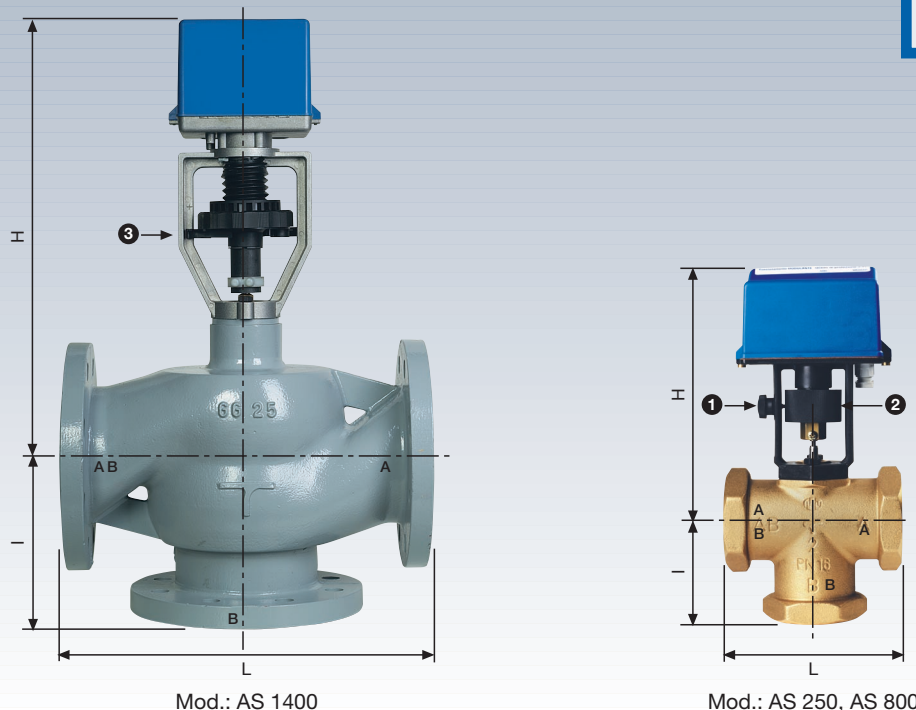

FIG. 1
Tab.1 Queste quote fanno riferimento al disegno in fig.1
Table 1 These dimensions refer to the drawing in figure 1. - Tab. 1 Diese Werte beziehen sich auf die Zeichnung in Abb. 1
Tab.1 Ces cotes se réfèrent au dessin représenté sur la Fig. 1 - Tabla 1 Estas dimensiones hacen referencia al dibujo de la Fig. 1
**COMANDO MANUALE AS 250 E AS 800** ON-OFF allentando la vite ❶ e ruotando la manopola ❷ è possibile comandare manualmente la valvola (fig. 1). Per riportare la valvola in comando motorizzato bisogna riportare la vite ❶ nelle apposite sedi della manopola ❷. Nella versione MO, il comando manuale è disponibile all'interno del coperchio motore azionabile con la chiave esagonale in dotazione al Motore.
**MANUAL CONTROL AS 250 and AS 800** ON-OFF The valve can be manually controlled by loosening screw ❶ and turning knob ❷ of manual regulation (fig. 1). To turn the valve back to motor control you must move screw ❶ back to its seats on knob ❷. In the modulating (MO) version, manual control can be activated by removing the motor cover and using the hexagonal key provided.
**MANUELLE STEUERUNG AS 250 und AS 800** ON-OFF wenn man die Schraube ❶ löst und den manuellen Steuergriff dreht ❷, kann das Ventil manuell gesteuert werden. (fig. 1) Um das Ventil erneut auf Motorsteuerung umzustellen, muß die Schraube ❶ wieder in die Schraubensitze des Griffs ❷ eingeschraubt werden. In der MO-Version befindet sich der Hebel für die manuelle Steuerung mit Inneren das Antriebsdckels, welcher mit dem mitgelieferten Sechskantschlüssel werden kann.
**COMMANDE MANUELLE AS 250 ET AS 800** TOUT-RIEN (ON-OFF) en desserrant la vis ❶ et en tournant la poignée ❷, il est possible de commander manuellement la vanne (Fig. 1). Pour remettre la vanne en commande motorisée, il faut remettre la vis ❶ dans les logements de la poignée ❷ prévus à cet effet. Dans la version MO, la commande manuelle est disponible à l'intérieur de la chape du moteur et peut être actionnée à l'aide de la clé à 6 pans fournie avec le moteur.